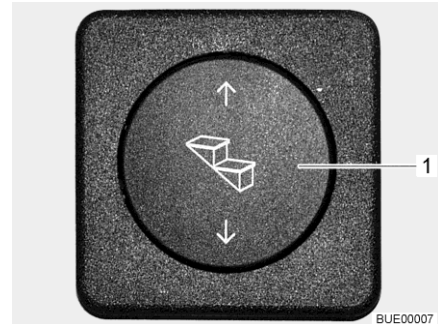

Fig. 9 Tasto di comando dello scalino di ingresso
- Premere verso il pulsante basculante (Fig. 9,1) e tenerlo premuto (almeno 3 secondi), fino a che lo scalino di ingresso è stato completamente estratto.
- Premere verso l'alto il pulsante basculante (Fig. 9,1) fino a che lo scalino di ingresso è completamente inserito.